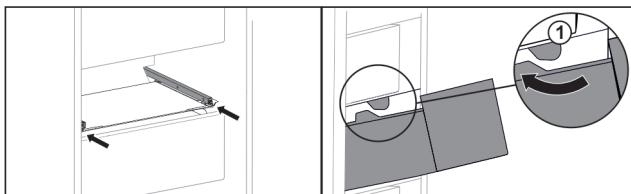

Fig. 115
- Обвести висувний ящик навколо стопора Fig. 115 (1).